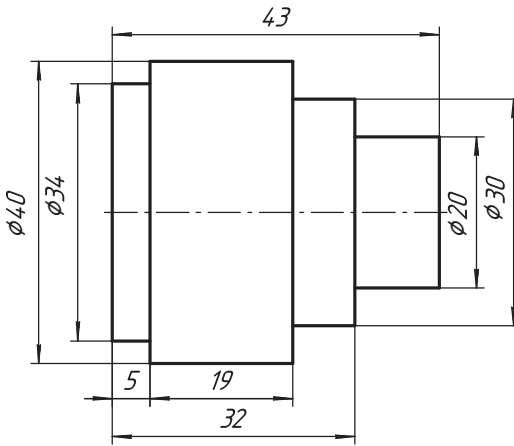

Рис. 32. Нанесение размеров
1. Сначала наносятся размеры мелких элементов чертежа (выступов, окружностей и др.), затем крупных (рис. 32).